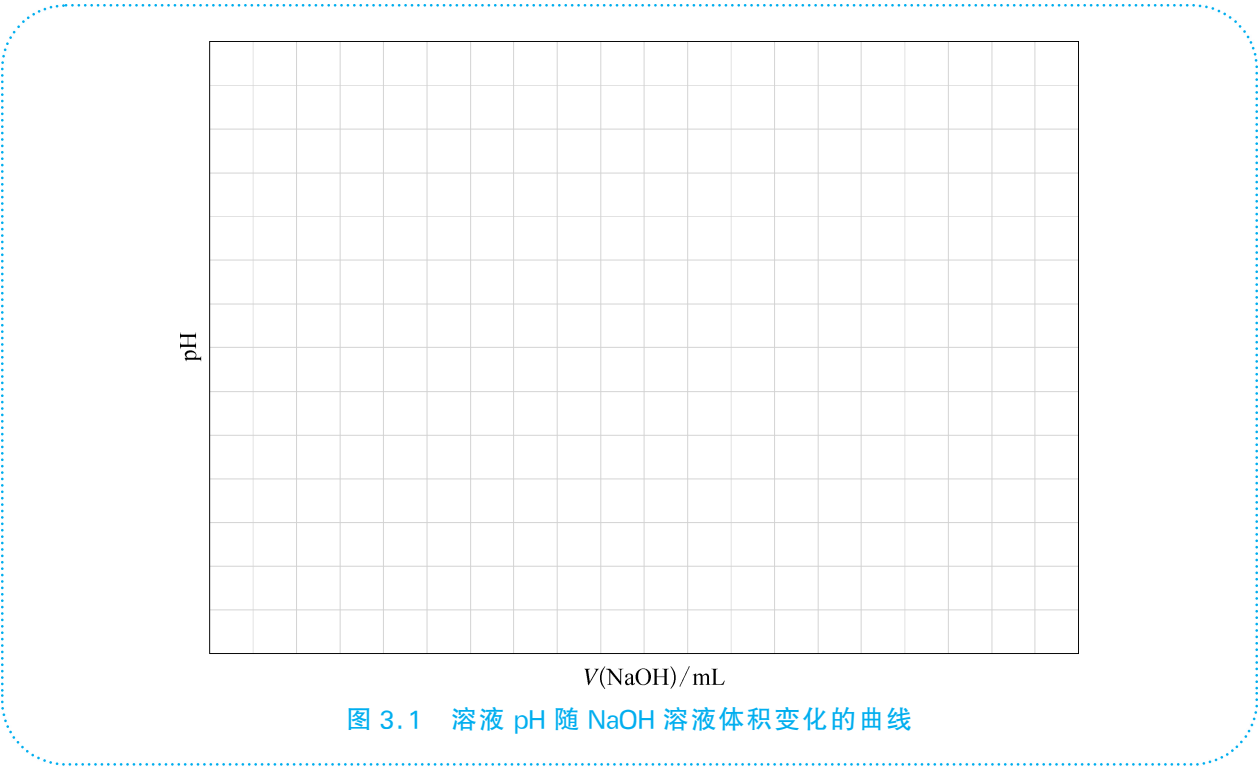

图 3.1 溶液 pH 随 NaOH 溶液体积变化的曲线
2. 向 20.00 mL 0.100 0 mol · L⁻¹ 盐酸中逐滴加入 0.100 0 mol · L⁻¹ NaOH 溶液,溶液的 pH 与滴入 NaOH 溶液体积的实验数据如下表所示。请在图 3.1 中画出溶液 pH 随 NaOH 溶液体积变化的曲线并描述 pH 变化的特点。